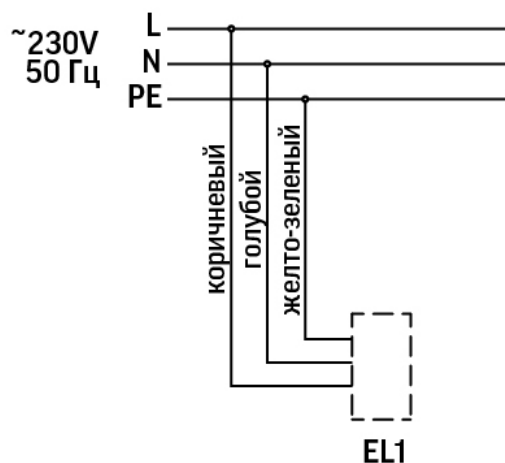

Рис. 1
- Подключить светильник к сети электропитания в соответствии с требованиями техники безопасности. Для правильного подключения, провода имеют цветовую идентификацию (см. рис.1).